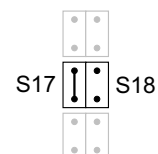

Fig. 19
► **Status when shipped NT 13** Fig. 19